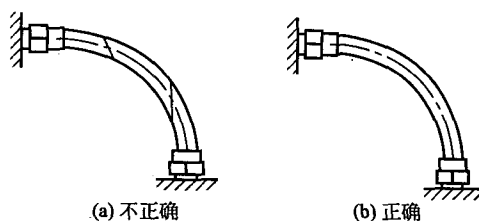

图 1-3 软管不应有扭转现象
④ 软管在安装和工作时,不应有扭转现象,如图1-3所示;不应与其他管路接触,以免磨损破裂;在连接处应自由悬挂,避免受其自重而产生弯曲。